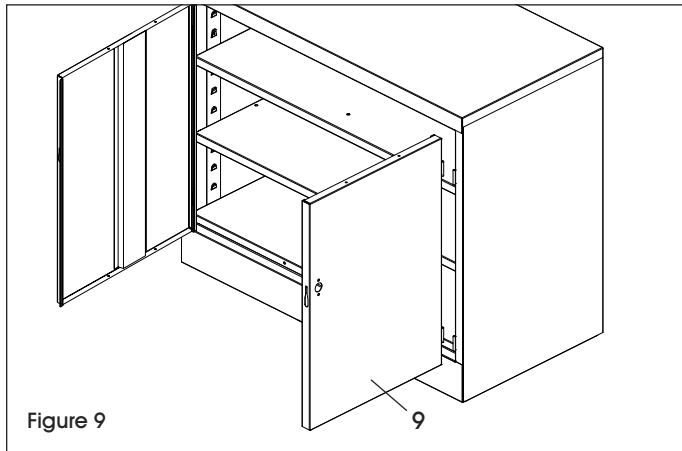

Figure 9
10. Fixez la porte droite (9) à l'unité de la même manière que vous avez fixé la porte gauche. (Voir Figure 9)